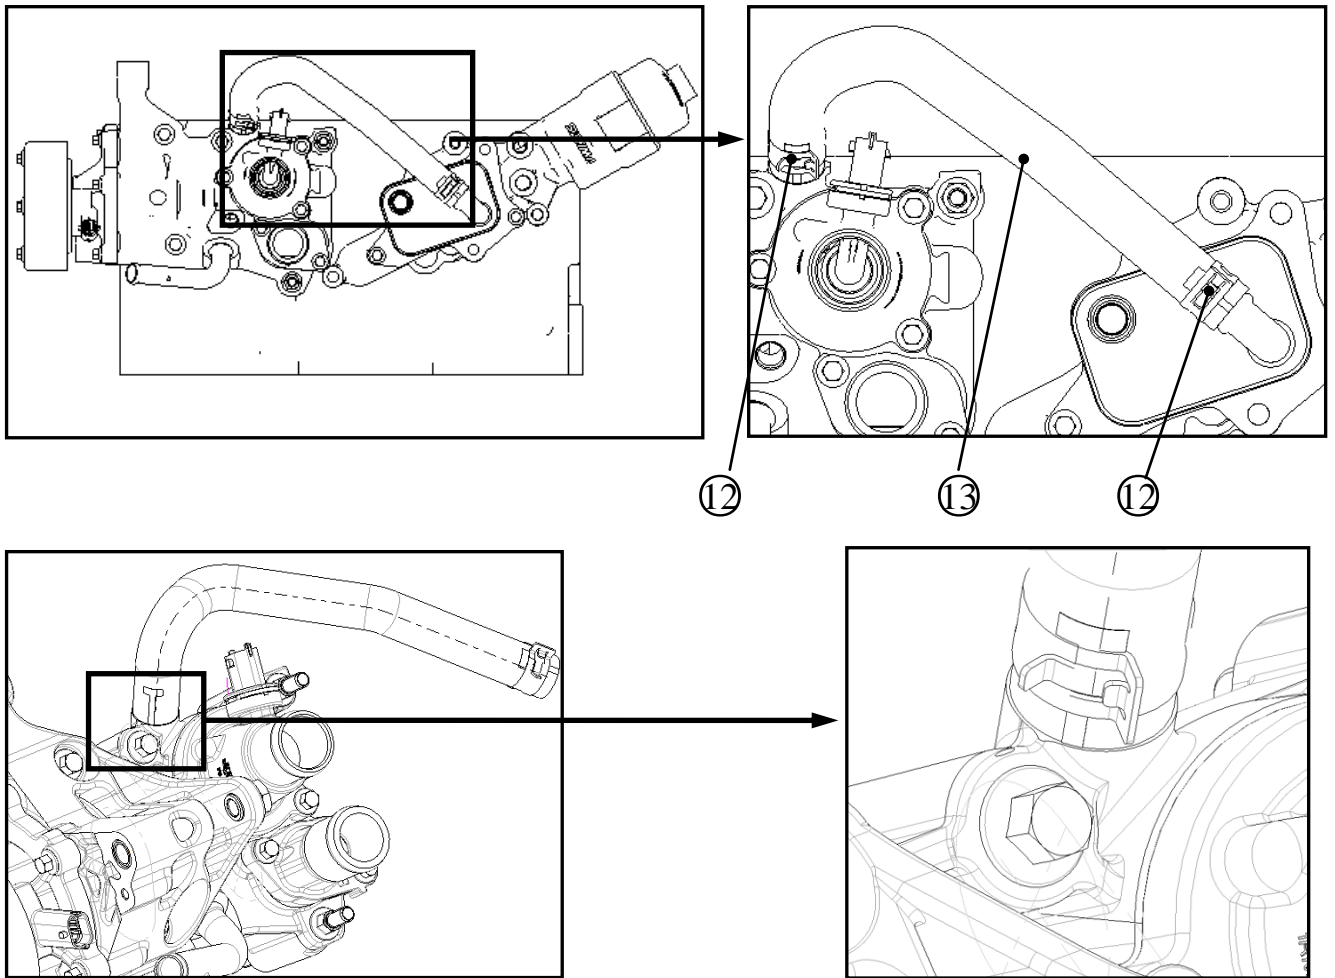

图 L-11 机滤模块进水软管安装
- 1)、将机滤模块进水软管⑬装配到水泵模块管口和机滤模块进水口上。水泵模块端软管 T 型标识与水泵模块安装螺栓中心对齐。
- 2)、将弹性卡箍⑫装配到位，见图 L-11。